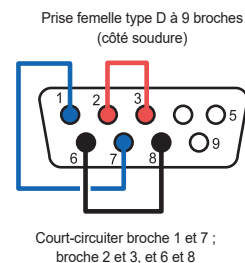

Figure B1.6.3 Câblage du test de reboilage
Si vous appuyez sur l'une de ces touches, un test de reboilage est effectué sur le port série correspondant. Pour que le test aboutisse, une prise femelle de type D à 9 broches, câblée comme sur la figure B1.6.3, doit être enfichée sur le port série correspondant à l'arrière de l'enregistreur. Si elle est câblée comme illustré, la prise femelle peut être testée selon les normes de communication EIA232 et EIA485. En fonction du résultat du test la légende « S1(2) Ok » ou « S1(2) Échec » remplace « Série 1 » ou « Série 2 » sur la touche correspondante. Si l'option Comm série n'est pas installée, si vous appuyez sur l'une ou l'autre touche, le message « Échec » s'affiche.